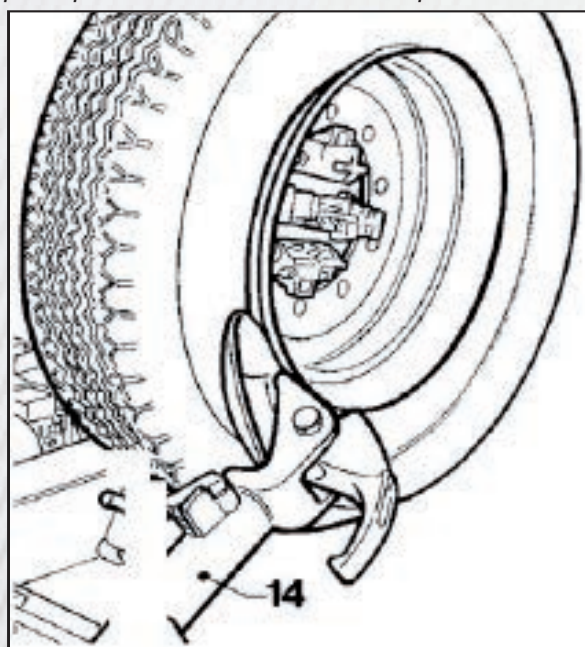
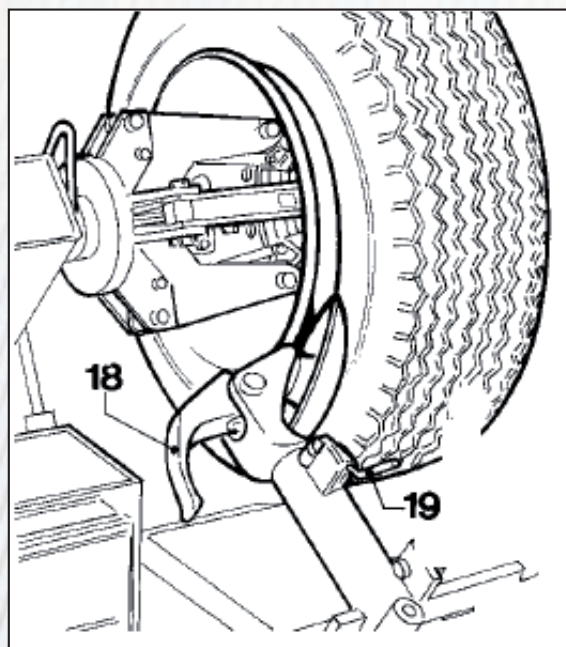

Рисунок 14
Рисунок 15
- 3) Установите кронштейн съемного рычага крышки 14 (рис. 14) в рабочее положение и дайте ему зафиксироваться.
- 4) При помощи переносного блока управления маневрируйте колесом до тех пор, пока внешняя часть обода не появится из-за диска (рис. 14).
- 7) Отведите кронштейн съемного рычага крышки 14 (рис. 14) в сторону и установите его в не рабочее положение, отжав его установочную рукоятку, затем переведите его во второе рабочее положение (рис. 15).
8) Нажмите на рукоятку установки съемного рычага 19 (рис. 15) и поверните головку рукоятки на 180°, пока он автоматически не зафиксируется.